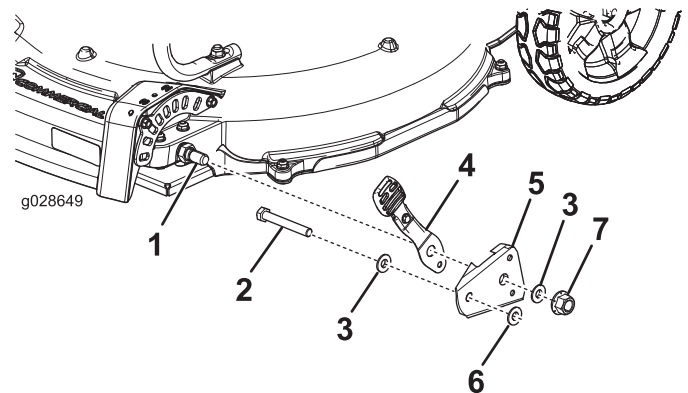

Figure 2
2. Retirez le contre-écrou qui fixe le bras à ressort et le bras de pivot avant de la machine (Figure 2).
3. Déposez la bague d'espacement, le bras de pivot avant, le bras à ressort, le boulon (3/8 x 2-3/4 po) et les 2 rondelles Belleville (Figure 2).